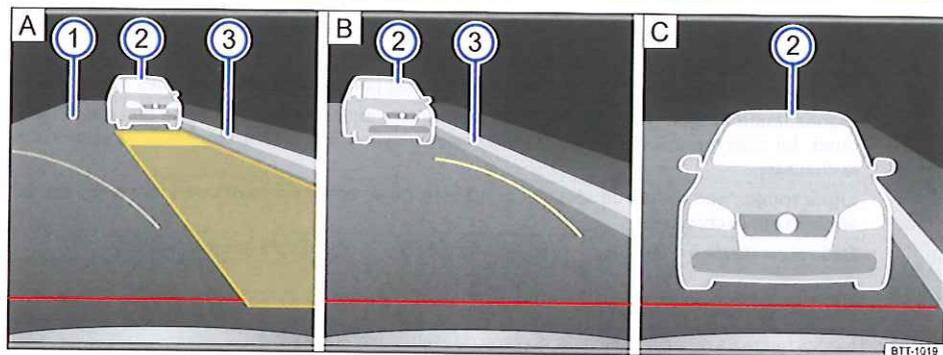

Fig. 163 Affichage sur l'écran de l'autoradio ou du système de navigation : caméra de recul, mode 2.
Légende concernant le schéma de principe fig. 163 :
6.	Le cas échéant, corrigez la position du véhicule de telle manière que la zone d'aide jaune affichée à l'écran coïncide avec la délimitation latérale ③ de la place de stationnement choisie (par ex. le trottoir) et se termine devant une délimitation arrière ②, par ex. un véhicule en stationnement ⇒ fig. 163 A.
9.	Si la ligne jaune incurvée touche la limite latérale ③ de la place de stationnement choisie B , arrêtez le véhicule et braquez le volant jusqu'en butée dans le sens opposé.
10.	Continuez de reculer lentement jusqu'à ce que le véhicule se trouve dans la place de stationnement parallèlement à la route ①.
11.	C'est au plus tard lorsque la ligne rouge horizontale a atteint la limite arrière, par ex. le véhicule en stationnement ②, que le véhicule peut s'arrêter C .